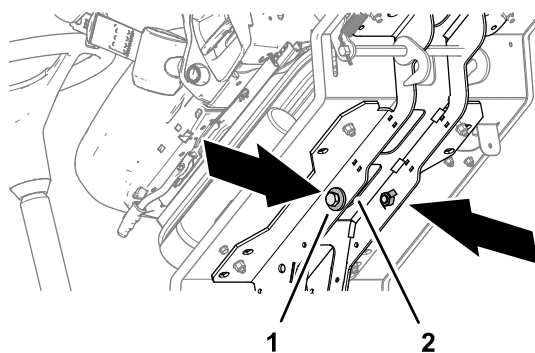

Figura 31
4. Guarde los 2 pernos de 12 mm x 40 mm y las 2 arandelas de 12 mm almacenados en los raíles de soporte de la plataforma (Figura 31).